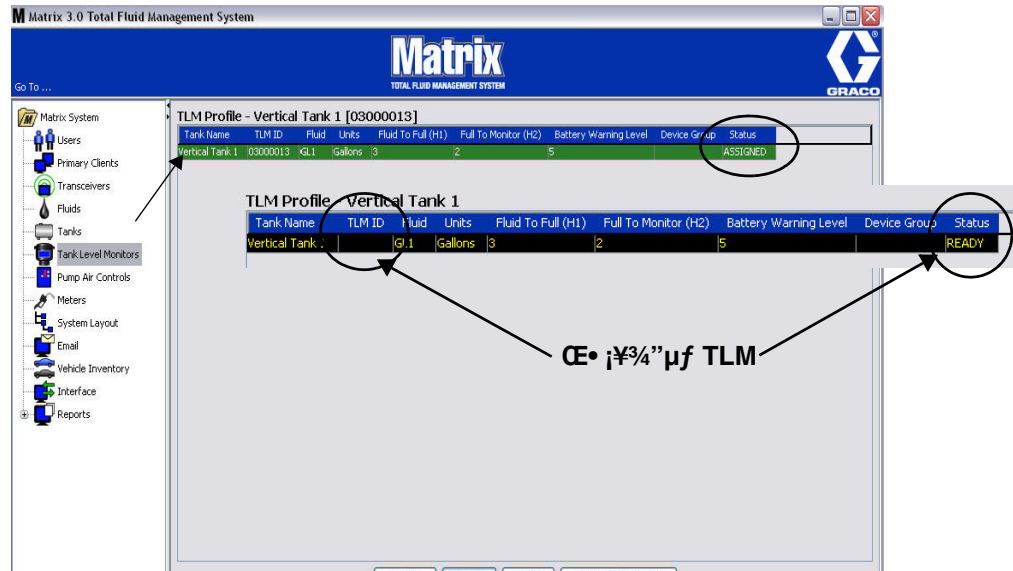

图 109
3. 完成所有字段后，单击添加 TLM 配置文件屏幕底部的“确定”按钮。配置文件被添加到列表顶部。状态一列中的“已派给”确认配置文件已完成。配置文件未完成时，状态一列中将显示“就绪”。注意图 109 中，空白的 TLM ID 字段表示 TLM 没有链接到 Matrix 系统。